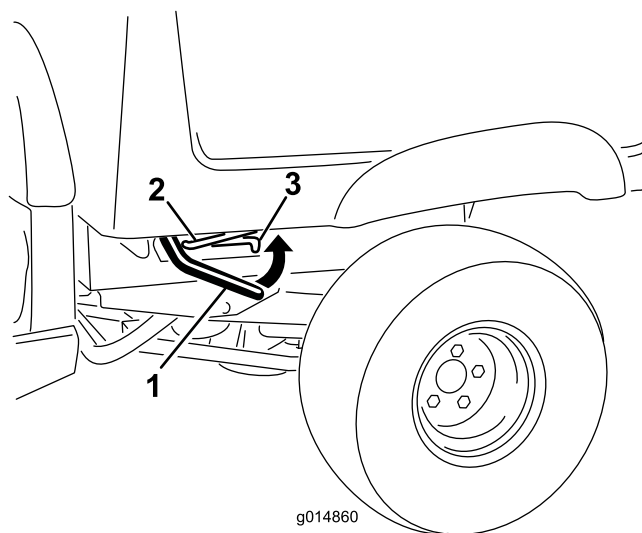

図 14
1. 荷台の右側または左側でレバーを引き上げ、荷台を持ち上げる 図 14。
1. ラッチバーを引き上げて荷台を少し持ち上げる 図 14。